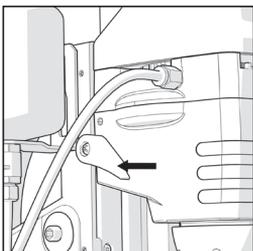

Fig. 13
- Lås fast säghuvudet på den laxstjärtformade släden i önskad position. Låsspaken är belägen på vänster sida av växellådans nedre hölje. (Fig. 13)